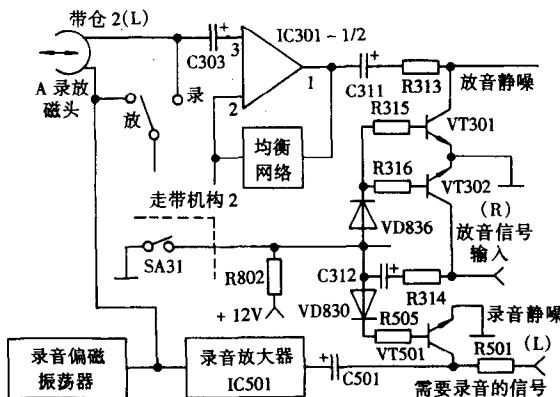

图 79
**检修方法:**1. 判断故障的大概部位。加电开机, 检查放音、录音、快进、倒带、暂停及停止功能均正常。由此说明, 故障不在机械传动部分, 而是在电路方面。由于带仓 A(此带仓只放音不录音)工作正常, 说明带仓 A 与带仓 B 共用部分的电路是正常的。故障可能仅发生在带仓 B 放音系统的前端部分, 这部分相关电路见图 79 所示。